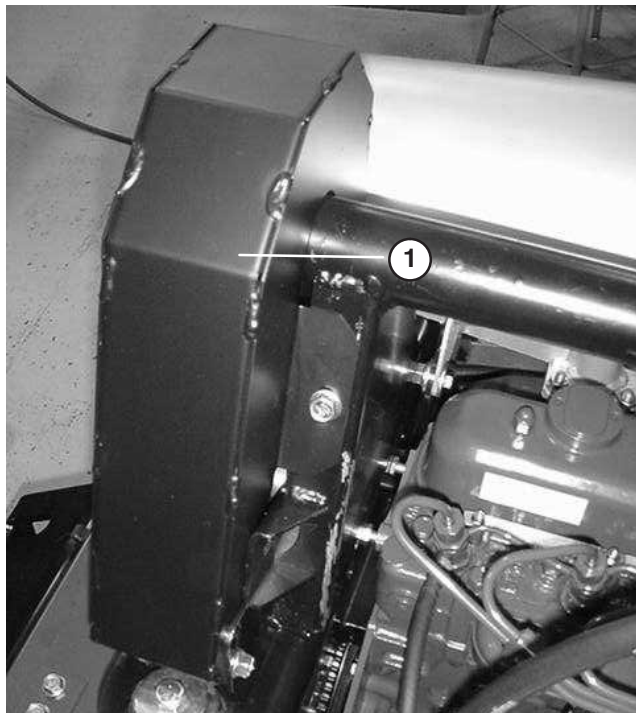

Bild 55
2. Nehmen Sie die (5) Kopfschrauben ab, mit denen der Ventilatortriebriemenschutz befestigt ist, und nehmen Sie den Schutz ab (Bild 55).
5. Montieren Sie den Ventilatortriebriemenschutz und befestigen Sie ihn mit Kopfschrauben (Bild 55). Schließen und verriegeln Sie die Haube.
4. Montieren Sie den Ventilatortriebriemenschutz und befestigen Sie ihn mit Kopfschrauben (Bild 55). Schließen und verriegeln Sie die Haube.